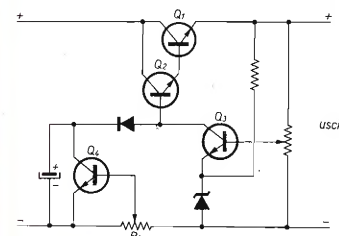

figura 2
2) A limitazione di corrente (figura 2).